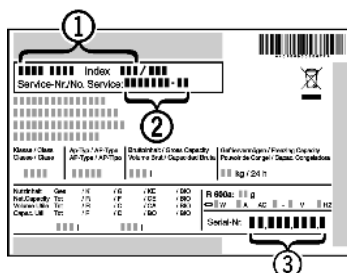

Fig. 7
- ▶ A készülék megnevezését Fig. 7 (1), a szerviz- Fig. 7 (2) és sorozatszámot Fig. 7 (3) a típustábláról olvassa le. A típustábla a készülék belsejében baloldalon található.
- ▶ Értse a vevőszolgálatot a hibáról, és adja meg nekik a készülék megnevezését Fig. 7 (1), a szerviz- Fig. 7 (2) és a sorozatszámot Fig. 7 (3).